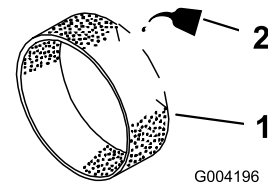

Figura 15
3. Aplique de 29,6 a 59,1 ml de aceite al prefiltro (Figura 15).